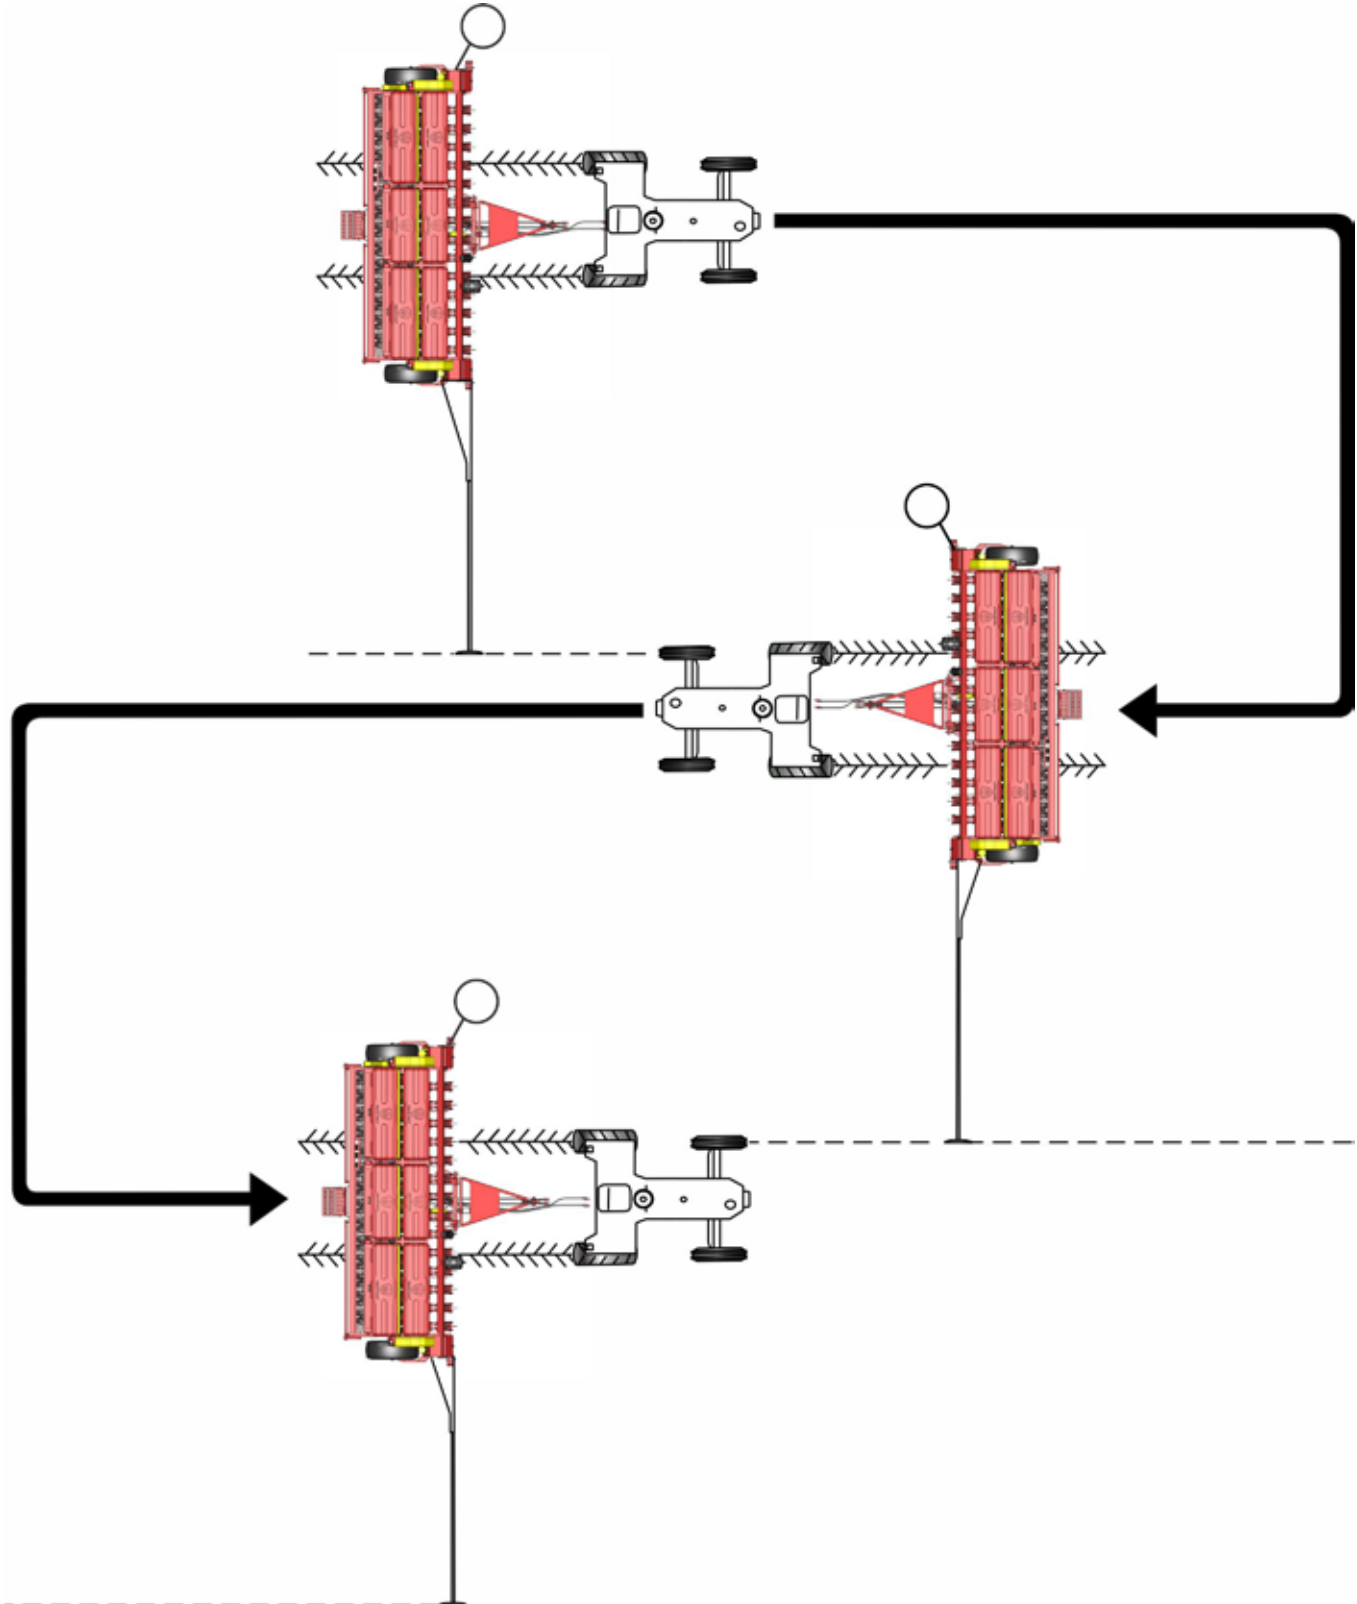

fig. 38
- **OPÇÃO 1:** Fazendo a marcação pelo pneu dianteiro do trator (no lado de dentro), fig. 38.